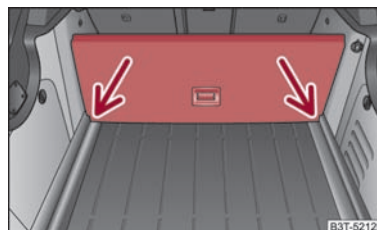

Abb. 88 Kofferraum: Gepäckraum mit variablem Ladeboden unterteilen
- Heben Sie den Teil mit der Halterung an und sichern Sie diesen durch Einschieben in die Nuten ⇒ Abb. 88.